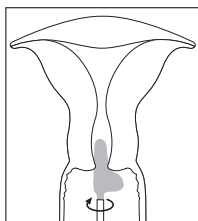

Fig. 2
4. Hold pødepinden i denne position, drej pødepinden 3 gange mod uret og 3 gange med uret, sørg for, at den lange del af "L'et" er i kontakt med livmoderhalskanalen, og at den korte del af "L'et" drejes rundt om ectocervix. Se fig. 2